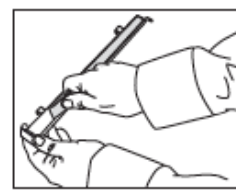

Рис. 2
Верхня частина опори полиці кріпиться до пазів на бічній стінці духової шафи, як зображено на рис. 2.
2. Зніміть захисну плівку з висувних полозів (рис. 2).